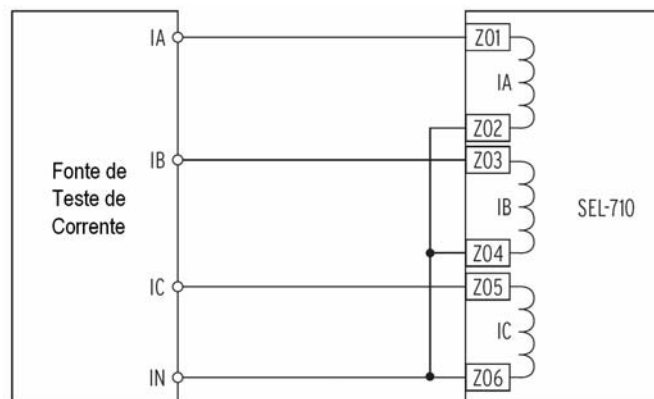

Figura 10.4 Conexões da Fonte de Corrente
Etapa 1. Conecte a fonte de corrente ao relé, conforme mostrado na Figura 10.4. (Para testes de precisão da corrente diferencial, use os terminais apropriados do relé para IA87, IB87 e IC87, conforme Figura 2.10, Slot E.)
- Etapa 1. Conecte a fonte de corrente ao relé, conforme mostrado na Figura 10.4.
- Etapa 1. Conecte a fonte de corrente ao relé, conforme mostrado na *Figura 10.4*.